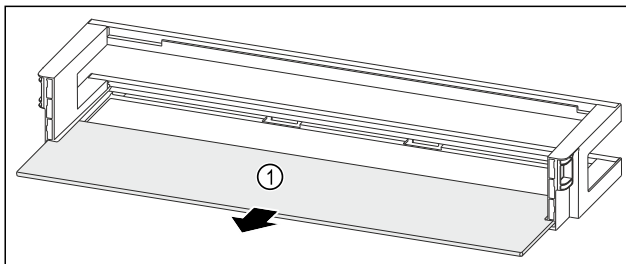

Fig. 87 Deurrek met draagplateau
- ▶ Draagplateau Fig. 87 (1) verwijderen.